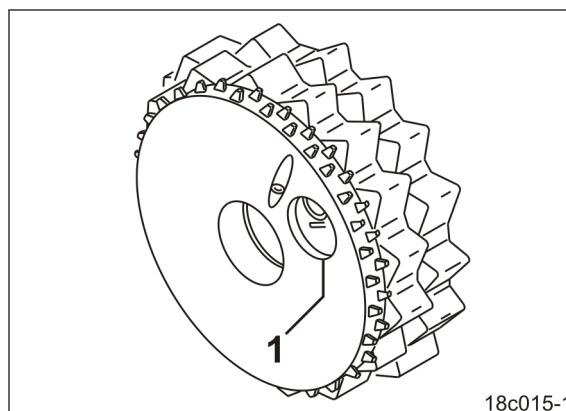

Fig. 64
5. Girar la rueda de la sembradora hacia la derecha hasta que queden visibles los taladros (Fig. 64/1) de las ruedas de sembrado finas.